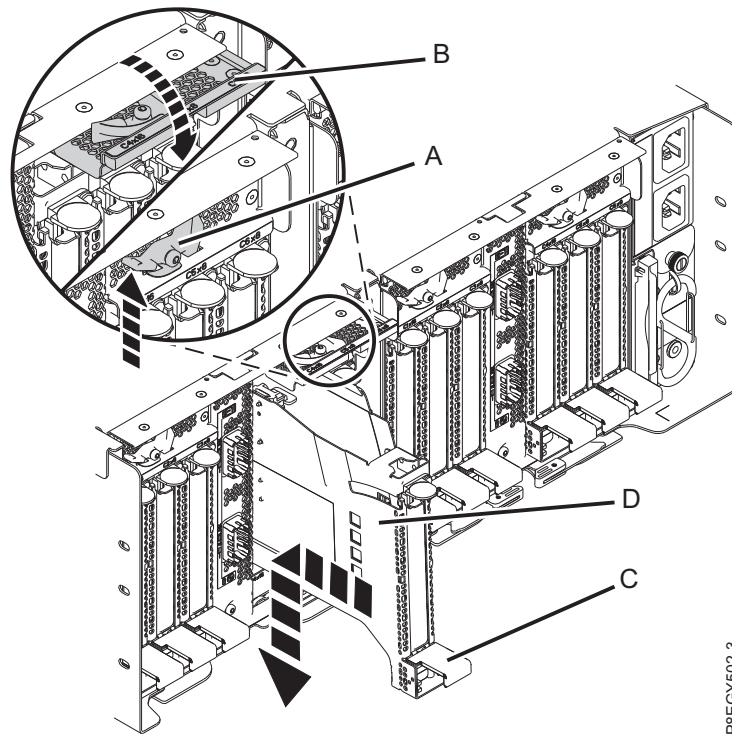

Figura 67. Recolocación de una casete de adaptador PCIe vacía en el cajón de expansión PCIe3
- a. Asegúrese de que la puerta del pestillo (B) de la ranura de destino está en la posición de abierto.
- b. Sujete con cuidado la casete de adaptador (D) por el borde superior y alinéela con la ranura. Consulte Figura 67 en la página 65.
- c. Deslice la casete de adaptador PCIe (D) en la ranura de la casete.
- d. Cuando la casete de adaptador PCIe (D) esté completamente insertada en la ranura, presione el asa de la casete (C) hacia abajo para fijar la casete de adaptador (D) en su conector. Consulte Figura 67 en la página 65.
- e. Haga girar la puerta del mecanismo de cierre (B) hacia abajo y presiónela para situarla en la posición de cerrado, como se muestra en la Figura 67 en la página 65. La palanca del mecanismo de cierre (A) quedará fijada automáticamente.